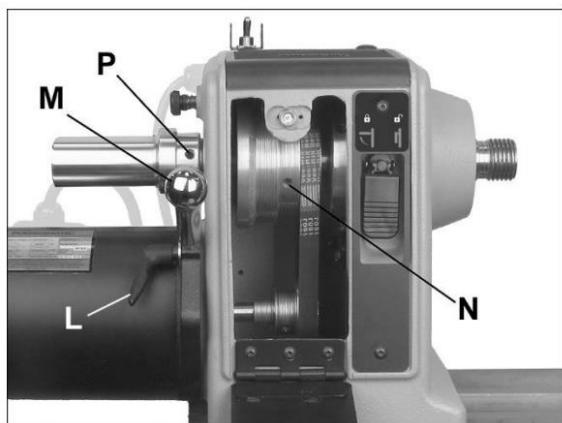

Рисунок 8-9: выравнивание шкива/ремня
3. Ослабьте фиксатор (L, Рисунок 8-9) и поднимите рукоятку натяжения (M, Рисунок 8-9), чтобы поднять
- двигатель. Затяните фиксатор (L, Рисунок 8-9), чтобы зафиксировать двигатель в поднятом положении.
- Ослабьте фиксатор (L, Рисунок 8-9) и опустите двигатель, чтобы натянуть ремень. Убедитесь, что ручьи поликлинового ремня точно расположились в канавках шкива. Не перетягивайте ремень. Чтобы предотвратить проскальзывание ремня, достаточно слегка опустить рукоятку натяжения (M).
- Затяните фиксатор двигателя (L).
взаимное расположение необходимо снова отрегулировать. Для этого при помощи шестигранного ключа ослабьте два установочных винта на шкиве шпинделя (один из них N, Рис. 8-9) и передвиньте шкив в нужное положение. Затяните установочные винты.
- Ослабьте фиксатор (L, Рис. 8-9) и поднимите рукоятку (M), чтобы приподнять двигатель.
- Затяните фиксатор (L), чтобы заблокировать двигатель в этом положении. Снимите ремень с нижнего шкива.
- При помощи шестигранного ключа на 3 мм ослабьте два установочных винта на маховике (P, Рис. 8-9) и снимите его со шпинделя. (ПРИМЕЧАНИЕ: Левая резьба; чтобы ослабить, вращайте по часовой стрелке).
6. При замене шкива шпинделя, ослабьте два установочных винта (N, Рис. 8-9), и сдвиньте шкив со шпинделем. Установите новый шкив, слегка затянув два установочных винта. Убедитесь, что шкив расположен правильно.
9. Установите на место маховик и затяните установочные винты (Р, рисунок 8-9).
10. Выровняйте новый шкив (см. раздел 8.9), затем плотно затяните на нем два установочных винта (N, Рис. 8-9).
11. Ослабьте фиксатор двигателя (L) и дайте ему опуститься. Не перетягивайте ремень. Чтобы предотвратить проскальзывание ремня, достаточно слегка опустить рукоятку натяжения (M).
12. Затяните фиксатор (L).